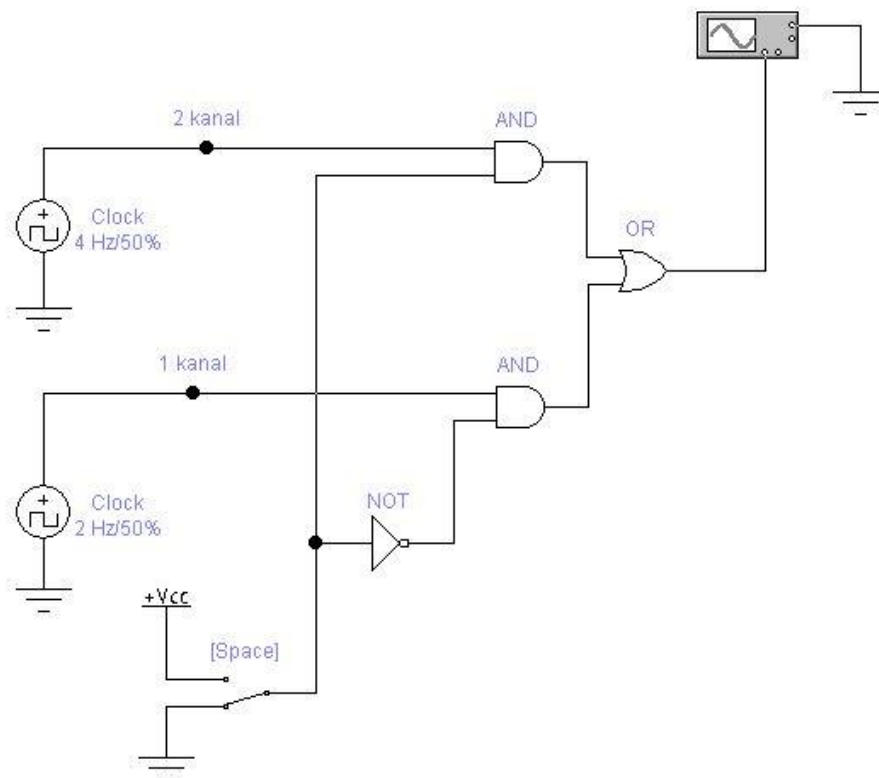

Рис. 1. Организация мультиплексора на два канала с применением базовых логических элементов
Простейший мультиплексор на два канала можно организовать с применением базовых логических элементов и одного переключателя (рис. 1).
1.1. Соберите схему, представленную на рис. 1.